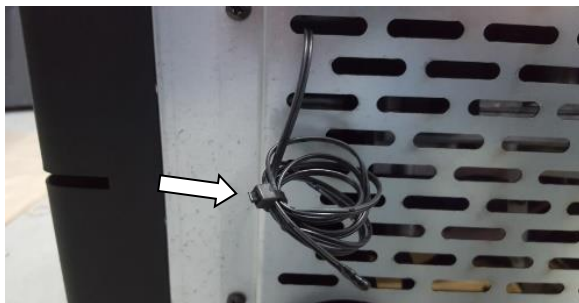

Figure 15 – Sonde à température ambiante
- Les salamandres *Granulés* Ils disposent d'une sonde pour mesurer la température ambiante. Cette sonde est fixée à la grille à l'arrière (Figure 15). Pour une lecture la plus précise possible de la température ambiante, évitez le contact de l'extrémité de la sonde avec le châssis de la machine. Si vous le souhaitez, vous pouvez aussi l'installer sur le mur à côté de la machine.